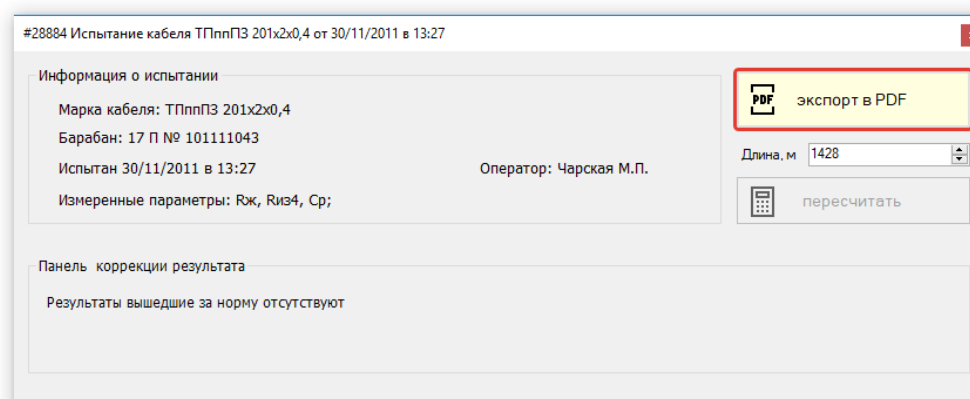

Рисунок 16: Формирование протокола испытаний в окне просмотра информации об испытании
- 2) В окне **просмотра информации об испытании**, путём нажатия на кнопку «экспорт в PDF» (рисунок 16).